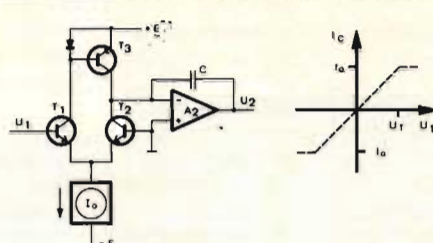

Fig 8
För vår krets i *fig 8* gäller, att då insignalen  $U_1$  växer, kommer motkopplingsignalen  $U_5$  i begynnelsen att vara 0 pga löptidsfördröjning. Efter en kortare tid har  $U_5$
I operationsförstärkare och flertalet effektslutsteg är det differentiella ingångssteget kompletterat med sk dynamiska last (strömspegel) för att stegförstärkningen ska bli hög. I *fig 8* visas den grovt förenklade kopplingen samt dess överföringsfunktion.
Vid ett positivt språng hos  $U_1$  stryps  $T_1$  och  $T_3$ , varvid C kommer att laddas via strömgeneratorn med strömmen  $I_0$ . På motsvarande sätt medför ett negativt inspänningsprång att  $T_2$  stryps och C laddas med strömmen  $I_0$  från strömspegeln. Spänningen  $U_2$  kommer i båda fallen att följa en rampfunktion med lutningen  $\varphi = I_0/C$ . Gränsen för när detta inträffar är då  $U_1 = \pm U_T$  enligt *fig 8*. Med utgångspunkt i *ekv 17-19* kan slutligen  $U_{3max}$  framräknas (*ekv 20*). En mer utförlig analys av steget i *fig 8* redovisas i ref 2.
I det ovan sagda har antagits att differentialsteget är helt linjärt upp till dess klippgräns. Detta antagande är dock inte förenligt med verkligheten. I praktiken sker förvrängningen successivt och börjar en bit innan fullständig klippning inträffat. För mer ingående detaljer kring differentialstegets klippningsegenskaper hänvisas till ref 3. Överföringsfunktionen i *fig 8* blir m a o i verkligheten avrundad i närheten av  $\pm I_0$ .  $U_3$  blir deformerat långt innan den uppnår det värde som framkommer av *ekv 20*. Det blir således en fråga om tillåten deformationsgrad som kommer att sätta topp-TIM-gränsen (ref 4).